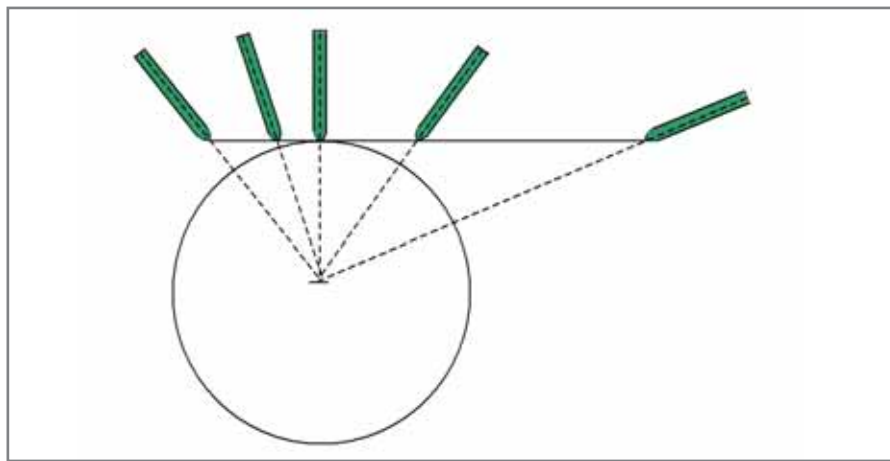

Рис. 2. Полярная интерполяция
Полярная интерполяция. Полярная интерполяция дает возможность использовать вращение заготовки вместо перемещения инструмента поперек оси вращения (рис. 2). Необходимость в такой замене возникает при выполнении фрезерной обработки на станке, где инструмент имеет возможность перемещаться только вдоль оси вращения (X), или же вследствие ограниченности перемещения инструмента по координате Y (перпендикулярной оси вращения). Вместо перемещений по координате Y можно использовать вращение заготовки в сочетании с движением по Z. Чтобы